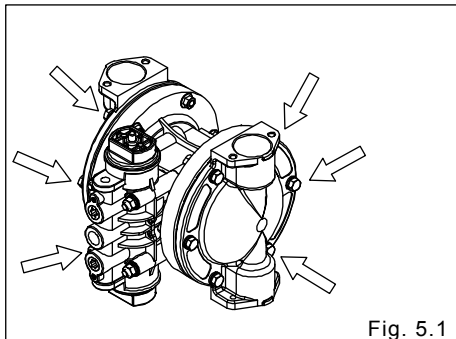

Fig. 5.1
Vea [9. Vista despiezada] en la pág. 13 y siguientes. (La Fig. 5.1 muestra NDP-20 BS_).
- Retire los 12 pernos retenedores de la cámara de salida y quítela. [Fig. 5.1]